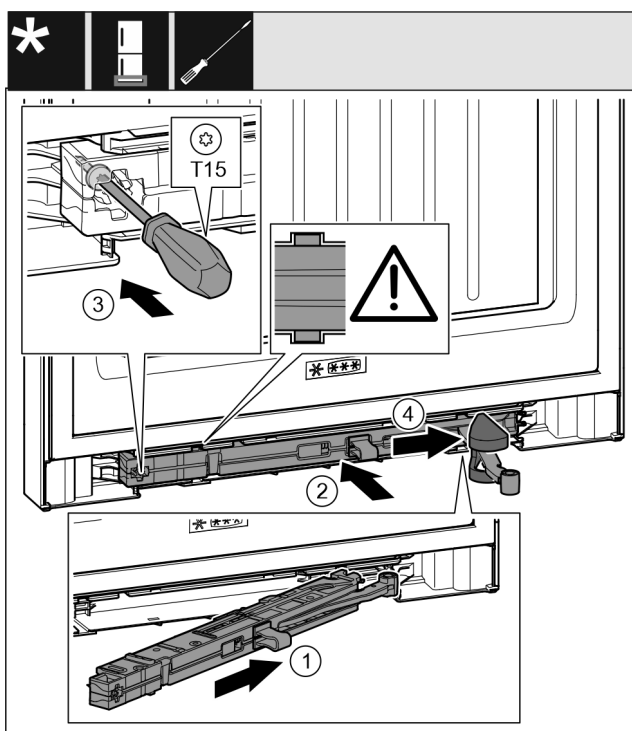

Fig. 40
- ▶ Вставьте узел амортизатора закрывания двери Fig. 40 (1) в выемку со стороны опорного кронштейна под наклоном до упора.
- ▶ Полностью вставьте узел амортизатора закрывания двери Fig. 40 (2) в выемку.
- ▶ Затяните винт Fig. 40 (3) отверткой.
- ▶ Переместите крышку Fig. 40 (4) над шарниром.